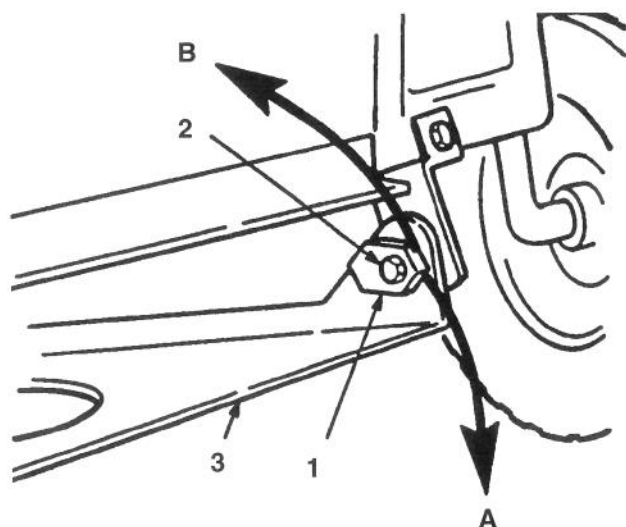

Figure 52
8. Régler l'inclinaison avant/arrière en tournant les écrous spéciaux situés de chaque côté du support de pivot de la tondeuse (Fig. 52).
9. A l'aide d'une clé de 1" (2,54 cm), visser ou dévisser doucement l'écrou spécial gauche pour relever ou abaisser l'avant de la tondeuse (Fig. 52). Tourner l'écrou spécial jusqu'à ce que l'avant de la tondeuse soit entre 6,4 mm et 15,8 mm plus bas que l'arrière.